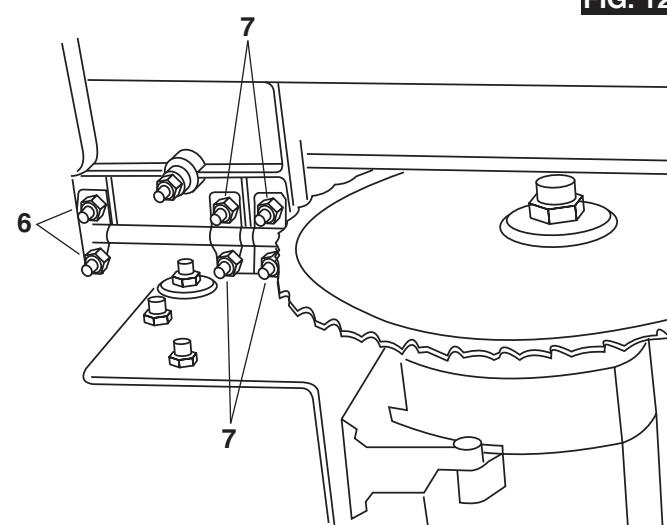

FIG. 12
9. Remove the combination square and stand the saw on its left side so you can access the six adjustment nuts **6** & **7** (Fig. 12) that secure the axis rod to the table. Make sure the table is secure.
9. Retirez l'équerre combinée et relevez la scie sur son côté gauche de façon à vous permettre d'accéder aux huit écrous de réglage **6 & 7** (Fig. 12) qui assujettissent la tige axiale à la table. Assurez-vous que la table est stable.
14. Serrez les deux écrous de réglage avant **6**. Utilisez une clé pour accéder à ces écrous en dessous de l'avant et de l'arrière de la table (Fig. 12).
15. Vérifiez à nouveau l'alignement. Si un réglage additionnel est nécessaire, ne desserrez que les deux écrous de réglage avant **6** et recommencez les étapes 4 & 5 jusqu'à ce que la lame soit parallèle à la fente du guide de coupe angulaire. Serrez les deux écrous de réglage avant **6** (Fig. 12).
16. Relevez la scie sur son côté gauche et serrez les quatre écrous de réglage au centre **7** (Fig. 12).
9. Retire la escuadra de combinación y apoye la sierra sobre su lado izquierdo de manera que usted pueda obtener acceso a las ocho tuercas de ajuste **6** y **7** (Fig. 12) que sujetan la varilla del eje a la mesa. Asegúrese de que la mesa esté firmemente sujetada.
14. Apriete las dos tuercas de ajuste delanteras **6**. Alcance debajo de la parte delantera y la parte trasera de la mesa con una llave de tuerca para obtener acceso a estas tuercas (Fig. 12).
15. Compruebe de nuevo la alineación. Si se requiere algún ajuste adicional, afloje solamente las dos tuercas de ajuste delanteras **6** y repita los pasos 4 y 5 hasta que la hoja esté paralela a la ranura de inglete. Apriete las dos tuercas de ajuste delanteras **6** (Fig. 12).
16. Apoye la sierra sobre su lado izquierdo y apriete las cuatro tuercas de ajuste centrales **7** (Fig. 12).